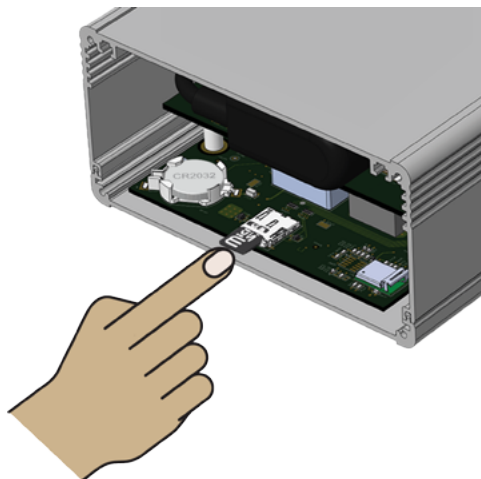

Figure 21 : Insérer une nouvelle carte MicroSD
- b. Insérer une nouvelle carte dans le connecteur en poussant le bord saillant jusqu'au déclic pour enclencher la carte dans le connecteur. Voir Figure 21 ci-dessous.